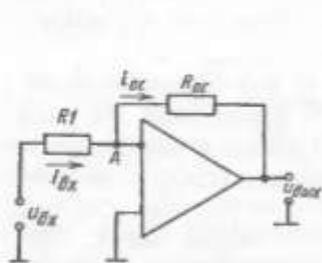
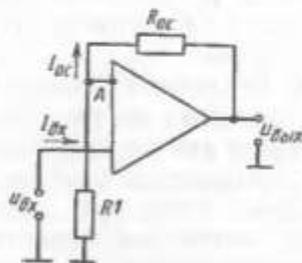
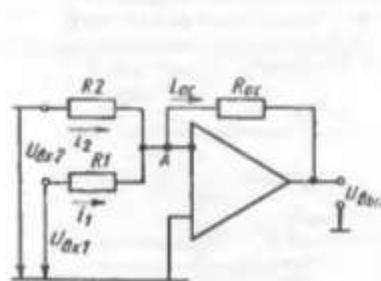

Рис. 16.16
Рис. 16.17
Рис. 16.18
1. Масштабирующий усилитель. Масштабирующие усилители применяются в вычислительной технике, когда необходимо изменить сигнал в определенном соотношении. На рис. 16.16 приведена схема такого усилителя с инвертированием входного сигнала. Сигнал $u_{вх}$ через резистор R_1 подается на инвертирующий вход, который охвачен отрицательной ОС с помощью резистора R_{oc} . Неинвертирующий вход соединен с общей точкой (заземляется).
Учитывая свойство ОУ, что $R_{вх} \rightarrow \infty$, током, протекающим через вход усилителя, можно пренебречь и потенциал точки А (рис. 16.16) считать равным потенциалу заземленного неинвертирующего входа. Тогда для токов схемы можно записать равенство $i_{вх} = i_{oc}$. Определив токи через напряжения и сопротивления, получим
Схема масштабирующего ОУ без инвертирования сигнала приведена на рис. 16.17. От схемы рис. 16.16 она отличается тем, что входной сигнал подается на неинвертирующий вход, а инвертирующий заземляется через резистор R_1 .
На основании тех же свойств ОУ для схемы рис. 16.17 можно показать, что масштабирующий коэффициент определяется выражением
2. Суммирующий усилитель. На рис. 16.18 представлена схема включения ОУ для суммирования двух сигналов с изменением фазы выходного напряжения (инвертирующий сумматор). От схемы рис. 16.16 она отличается тем, что каждый источник сигнала подключен к инвертирующему входу через свой резистор. Входных сигналов может быть и более двух. При $R_{вх} \rightarrow \infty$ уравнение для токов схемы имеет следующий вид:
от схемы рис. 16.16 тем, что в цепь ОС включен конденсатор. Связь между напряжениями определяется равенством